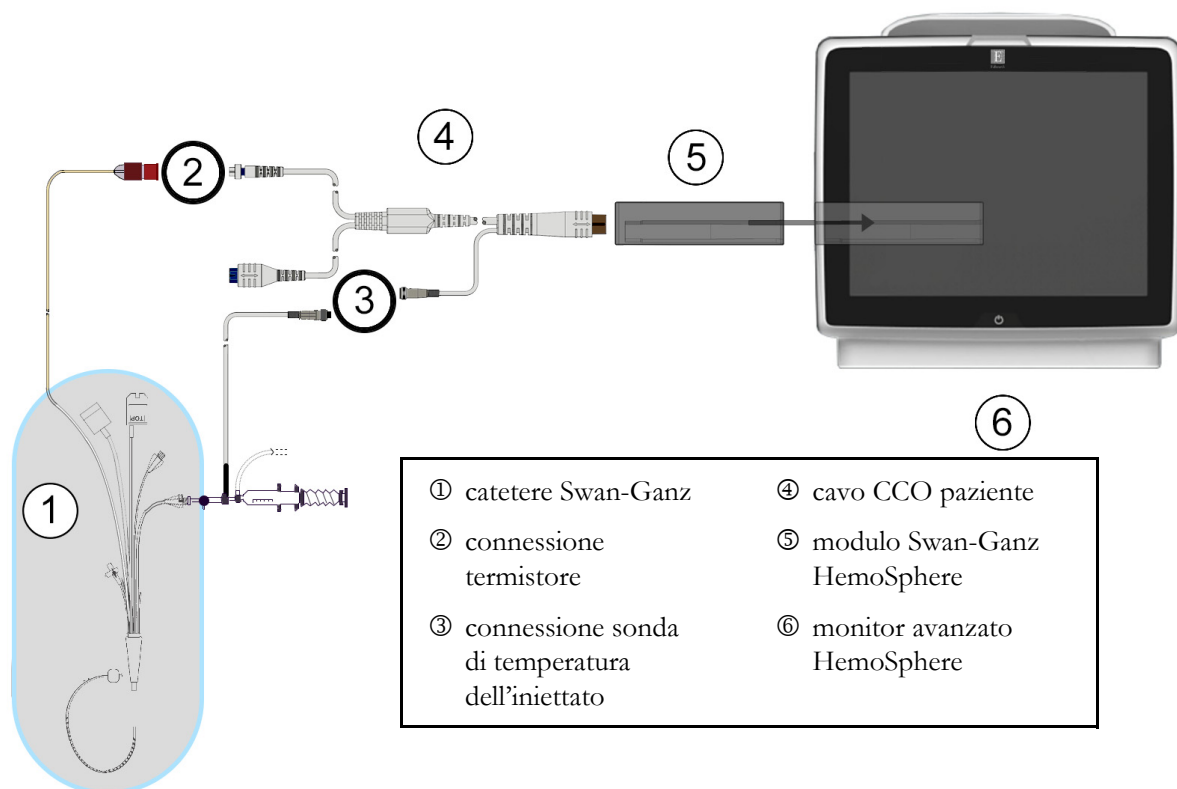

Figura 9-4 Panoramica della connessione iCO
- 2 Collegare l'estremità del catetere del cavo CCO del paziente al connettore del termistore sul catetere iCO Swan-Ganz, come mostrato da ② nella figura 9-4.
Una sonda di temperatura dell'iniettato rileva la temperatura dell'iniettato. La sonda selezionata è collegata al cavo CCO del paziente (figura 9-4). Può essere usata una qualsiasi di due sonde:
Collegare la sonda di temperatura dell'iniettato (in linea o a immersione) al connettore della sonda di temperatura dell'iniettato sul cavo CCO del paziente, illustrato da ③ nella figura 9-4.